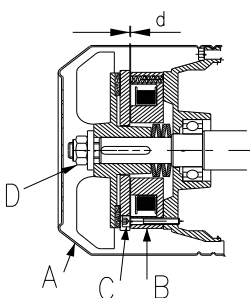

Abb. 6
8.2 EINSTELLUNG DER MOTORBREMSE (Abb. 6)